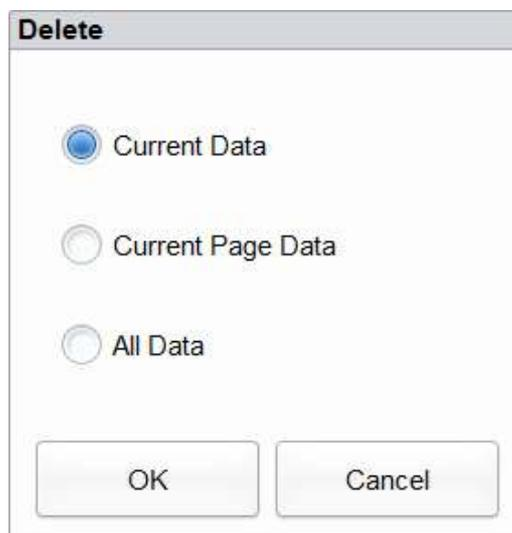

Рис. 6-39 Удаление текущих результатов КК (из графика КК)
- b. Выберите **Current Data** (Текущий результат) в диалоговом окне, как показано на Рис. 6-39: